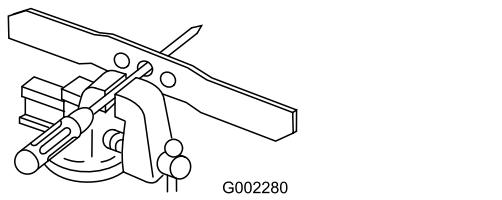

Figura 27
1. Verificai echilibrul lamei prin amplasarea orificiului central al lamei pe un cui sau o urubelniă a cărei coadă este fixată orizontal într-o menhină (Figura 27).